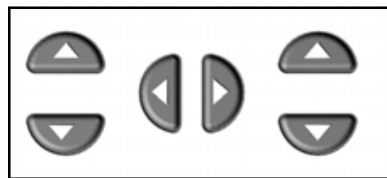

Fig 46
- Primero, pulse la tecla „t-V/div“ y ajuste luego la sensibilidad de entrada (V/div) con las teclas de flecha ▲ o ▼ (Fig 46)